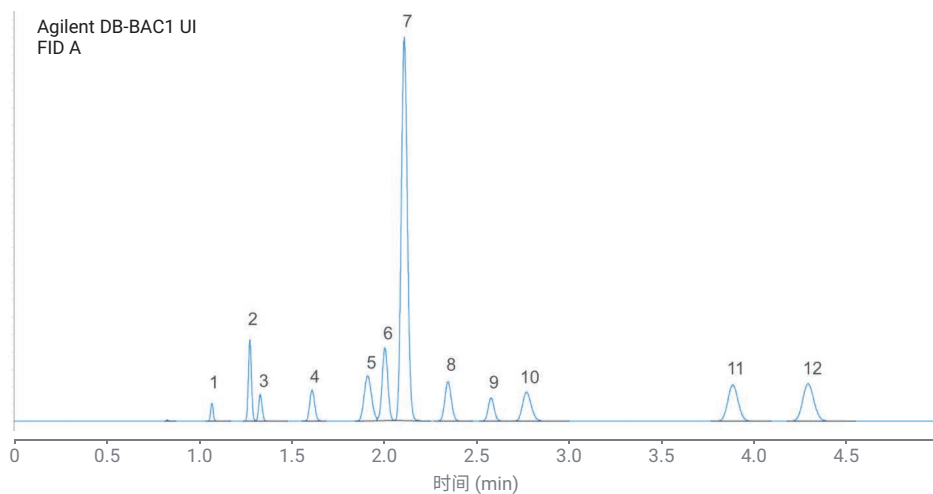
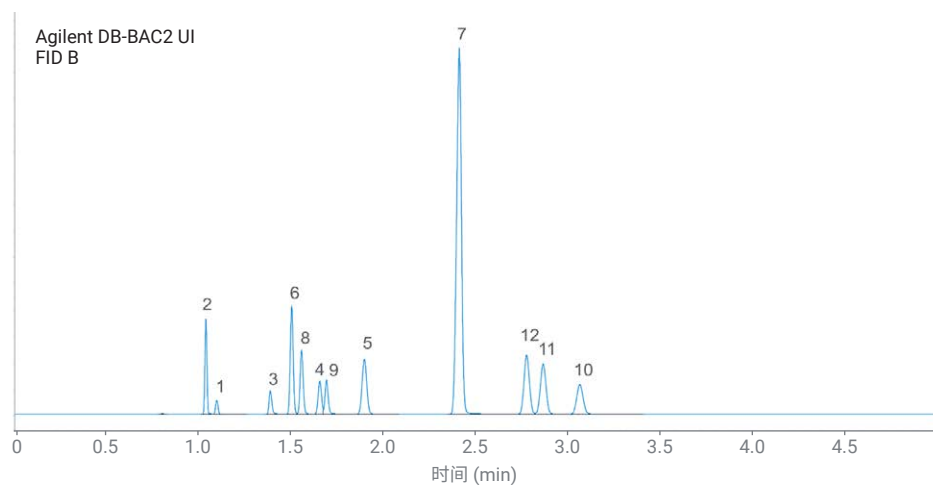

图 5. Agilent J&W DB-BAC1 超高惰性色谱柱上安捷伦血醇校验混标的 FID A 色谱图
图 6. Agilent J&W DB-BAC2 超高惰性色谱柱上安捷伦血醇校验混标的 FID B 色谱图
安捷伦血醇校验混标（货号 5190-9765）是 12 种化合物的混合物，用于确认系统是否具有适当的色谱性能。每种化合物的浓度为 50 mg/dL，使该混合物成为表征方法精密度的出色标准品。图 5 和图 6 分别显示了血醇校验混标在 DB-BAC1 UI 和 DB-BAC2 UI 色谱柱上的分离情况，表 4 列出了峰归属和保留时间。为了验证该方法的重现性，对检验混标连续进样并分析 12 次，结果如表 5 所示。
表 4. 图 5 和图 6 中所示的安捷伦血醇校验混标的峰归属和保留时间 (RT)